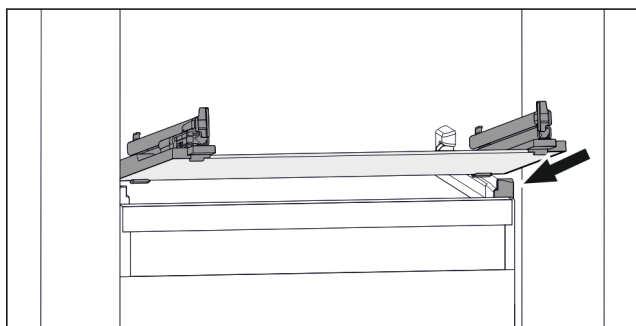

Fig. 38 Ilustración ejemplar de la placa de cristal
- ▶ Encaje la placa de cristal en posición inclinada por detrás de los topes. (consulte Fig. 38)